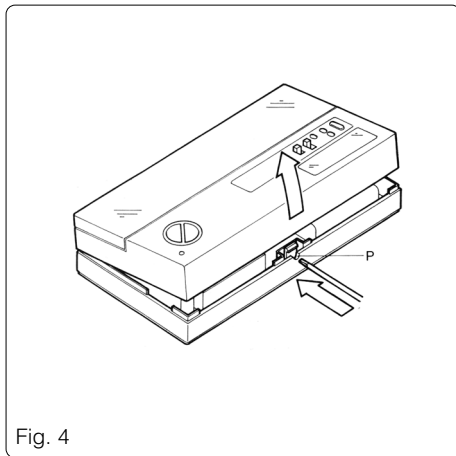

Fig. 4
Aprire l'apparecchio premendo con un piccolo cacciavite attraverso il foro P (fig. 4).
13.1 - Premere con un piccolo cacciavite attraverso il foro P (fig. 4) ed aprire l'apparecchio.